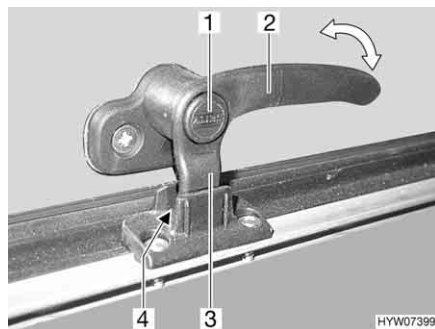
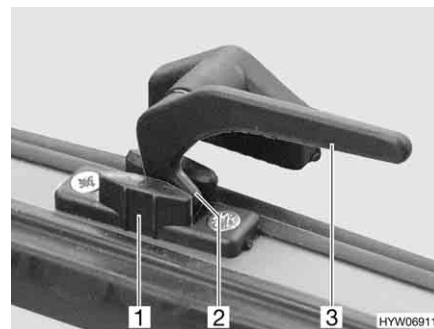

Fig. 82 Levier de verrouillage avec bouton de sécurité en position "Aération permanente"
Fig. 83 Levier de verrouillage en position "Aération permanente"
- En position "Aération permanente" (Fig. 82 et Fig. 83)
- S'il existe, appuyer sur le bouton de sécurité (Fig. 82,1) et le maintenir enfoncé.
- Tourner le levier de verrouillage (Fig. 82,2 ou Fig. 83,3) d'un quart de tour vers le centre de la fenêtre.
- Remettre le levier de verrouillage en position initiale. Le tenon de verrouillage (Fig. 82,3 ou Fig. 83,2) du levier de verrouillage doit pénétrer alors dans le logement prévu à cet effet dans le verrouillage de fenêtre (Fig. 82,4 ou Fig. 83,1).
- Relâcher le bouton de sécurité (Fig. 82,1) s'il y en a un.